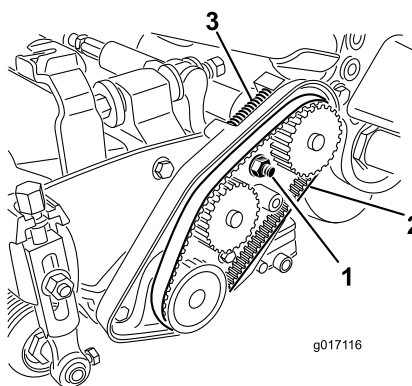

図 42
- A. ベアリングハウジング取り付けナットをゆるめる(図 42)。
- C. ベルトケース内部や圧縮スプリングについているごみをきれいに除去する(図 42)。